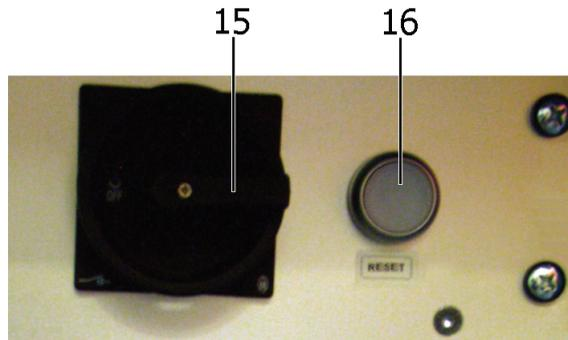

Abbildung 3-4:
- Vor Wartungsarbeiten den Hauptschalter [15] für die Stromversorgung ausschalten (siehe Abbildung 3-4 im Abschnitt Aufbau) und das System vom Stromversorgungsnetz trennen! Das Wiedereinschalten des **Hauptschalters** [15] während der Wartungsarbeiten ist durch ein Schloss am **Hauptschalter** [15] zu verhindern.